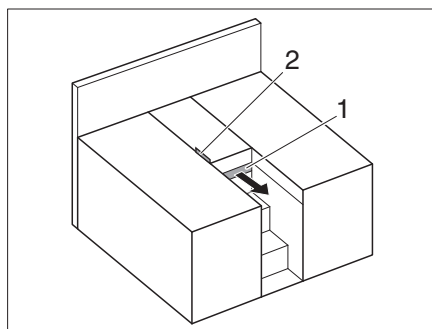

Bild 180 Einzelbetten
- Halteband (Bild 180,2) aushängen und Auszug (Bild 180,1) herausziehen.